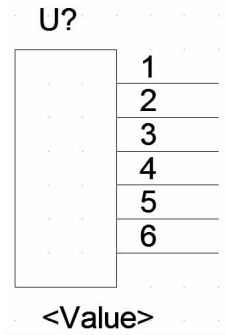

图 2-21 隐藏引脚名称
8. 单击 按钮，关闭对话框，设置后显示工作区中元件图形的所有引脚名称隐藏不显示，如图 2-21 所示。